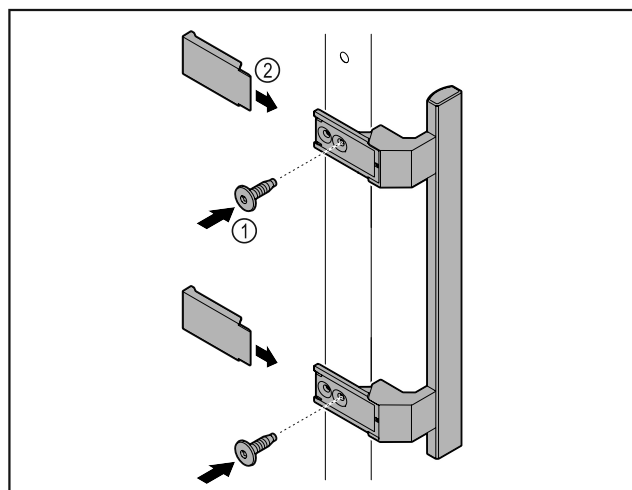

Fig. 7
- ▶ Meegedeleverde greep met de meegedeleverde schroeven Fig. 7 (1) op de deur aanbrengen.
- ▶ Afdekplaatje Fig. 7 (2) plaatsen.